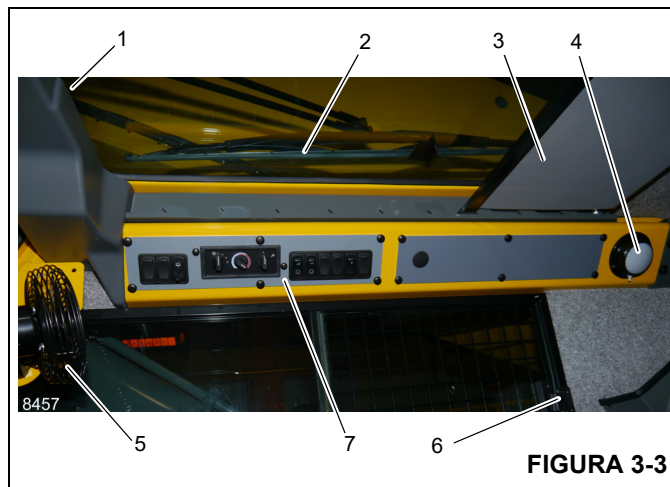

FIGURA 3-3
El pestillo de la ventana del techo (1) (Figura 3-3) se encuentra en la parte delantera de la ventana. Apriete el pestillo y deslice la ventana hacia atrás para abrirla. Para cerrar, deslice la ventana hacia adelante hasta que el pestillo se trabe.
El limpiacristal de la ventana del techo (2) (Figura 3-3) se controla por medio del interruptor del limpiacristal de la ventana del techo (4) (Figura 3-4), y su funcionamiento es controlado por el motor del limpiacristal.
La visera de la ventana del techo (3) (Figura 3-3) reduce la luz solar directa. La visera es autorretraíble y se puede utilizar para filtrar el ingreso de luz solar o se puede ajustar hacia atrás y trabarse en las muescas provistas.
La luz interior de techo (4) (Figura 3-3) se encuentra en la esquina trasera derecha de la consola superior de la cabina y provee iluminación a la cabina. La luz de techo interior se controla por medio de un interruptor ubicado en la lámpara misma.
El ventilador de circulación de la cabina (5) (Figura 3-3) se encuentra en el lado delantero izquierdo de la cabina, encima del marco de la ventana. Una unión giratoria permite girar el ventilador y en su base se encuentra el interruptor de control. El interruptor tiene las posiciones alta, baja y apagado.
La ventana del lado derecho de la cabina se puede abrir. Apriete el pestillo (6) (Figura 3-3) para soltar la traba y deslícela hacia adelante. Para cerrar, deslice la ventana hacia atrás hasta que el pestillo se trabe.